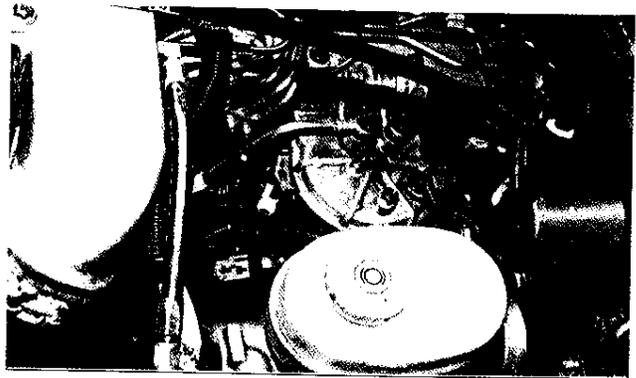

Fig. 17
- Localice la válvula de drenado del recipiente del filtro de combustible (Fig. 17). Coloque un colector de drenado debajo de la manguera de drenado que sale de la válvula de drenado. Con el motor detenido, gire la palanca de esa válvula hacia la posición ABIERTA (DRENAR) (Fig. 17). Mantenga la válvula de drenado abierta hasta que todo el combustible se haya drenado de la manguera y recipiente, luego ciérrala y retire la manguera de drenado.